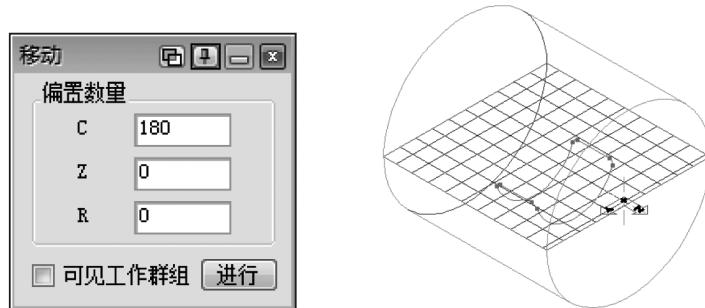

图 2-93 轮廓包裹参数
- 7) 按图 2-93 所示轮廓包裹参数对话框转换图素。图素将定位在工件的底部。